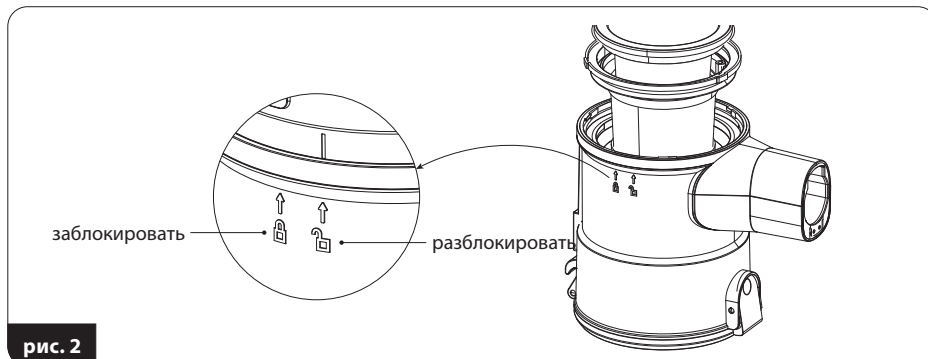

рис. 2
2. Слегка поверните крышку пылесборника (10) и поднимите ее. Обратите внимание на обозначение на контейнере, показывающее, что замок открыт (рис. 2).